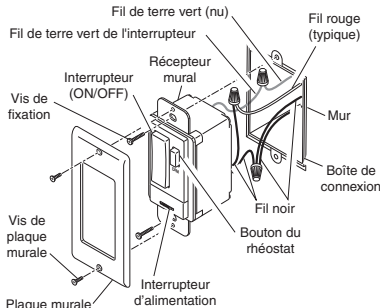

Figure 3 - Installation d'un interrupteur mural tripolaire (transmetteur illustré)
- Connectez le fil vert de mise à la terre de l'émetteur au fil de mise à la terre enlevé de l'ancien interrupteur. Servez-vous des connecteurs fournis pour fixer les fils ensemble (voir Figure 3).
- Placez l'émetteur de l'interrupteur mural dans la boîte de jonction avec le bouton gradateur situé à droite. Utilisez les deux vis d'interrupteur mural (longues) fournies pour fixer l'émetteur à la boîte de jonction (voir Figure 3). Ce faisant, poussez le câblage en excès dans la boîte de jonction en pliant les fils au besoin.